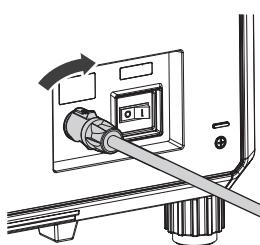

図2
2) 電源コードのコネクターを本体側に押し付けながら、「カチッ」と音がするまで時計方向に回す(図2)